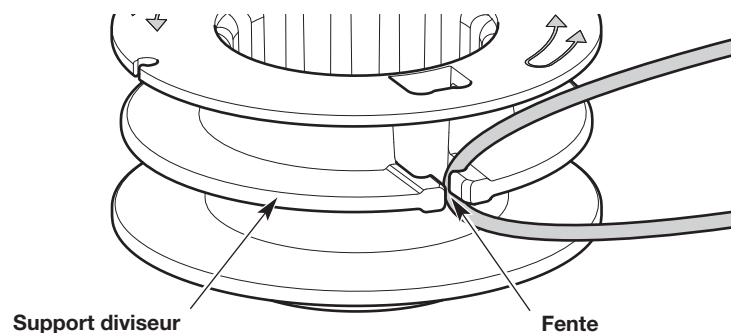

Fig. 21
3. Insérez la boucle dans la fente du support diviseur (Fig. 21). Enroulez fermement le fil de coupe dans le sens indiqué sur la bobine interne (Fig. 21). Maintenez la moitié supérieure du fil au-dessus du support diviseur et la moitié inférieure du fil en-dessous du support diviseur. Enroulez le fil de coupe jusqu'à ce qu'environ 150 mm (6 po) restent à chaque extrémité.